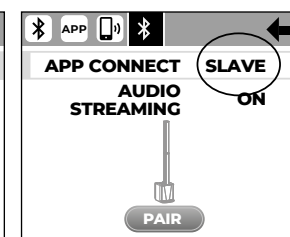
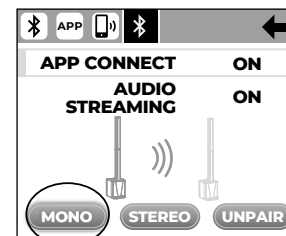
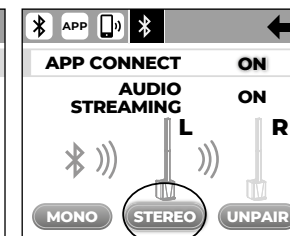

Fig.4A
Fig.4B
Fig.4C
**APP CONNECT SLAVE:** se attivata (Fig.4A), configura l'unità come sistema aggiuntivo secondario (Slave) perfettamente controllabile via APP. In questo modo risulta possibile scegliere l'ascolto in modalità Mono (Fig.4B) o Stereo (Fig.4C).